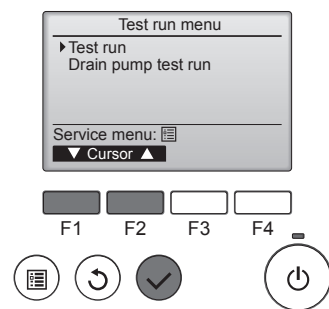

Fig. 7-2
- ② Dans le Menu test de fonctionnement, sélectionnez "Test run" (Test fonctions) puis appuyez sur la touche [CHOIX]. (Fig. 7-2)
- ③ Le test fonctions démarre et l'écran Test fonctions s'affiche.